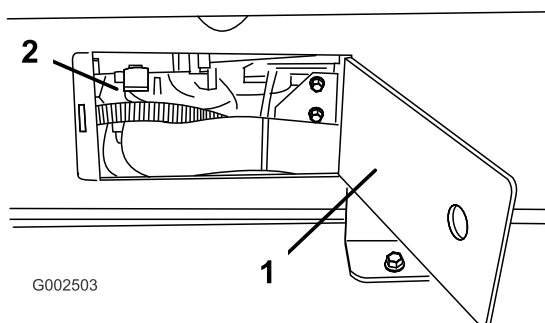

Figura 22
- Usate gli sportellini di accesso su entrambi i lati del telaio di supporto del serbatoio per controllare flessibili e cablaggio (Figura 22).